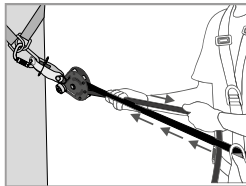
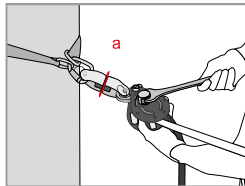

Fig 3
Fig 4
Po zamontowaniu linki bezpieczeństwa należy ustawić jej naciągnięcie przez manualne naprężenie linki (od strony węzła krańcowego –Rys. 3). Krzywka (8) oraz dźwignia krzywki (4) powinny automatycznie zbliżyć się do linki. Zaciśnąć dźwignię krzywki (4), a następnie za pomocą odpowiednio dopasowanego klucza naciągnąć linę na osi regulacji naciągnięcia (1), aż podkładka wskaźnika naciągnięcia (a) znajdująca się pod wskaźnikiem naciągnięcia (2) zacznie się swobodnie obracać (Rys. 4). PRZESTĄC DOKRĘCAĆ, jak tylko podkładka zacznie swobodnie się poruszać! Ruch ten odpowiada wstępnemu naciągowi linki o wartości około 0.5 kN. Podczas użytkowania należy regularnie sprawdzać naciągnięcie linki (obroty podkładki wskaźnika naciągnięcia) i w razie konieczności uregulować je zgodnie z powyższym opisem.